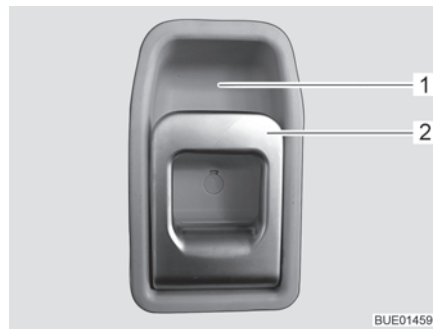

Fig. 35 Serrure de la porte cellule, à l'intérieur
- Ouvrir : ■ Tirer sur la poignée (Fig. 35,2). La serrure de la porte est déverrouillée.
- Verrouiller : ■ Appuyer sur la poignée (Fig. 35,2) en haut en direction de l'évidement (Fig. 35,1) dans lequel elle repose.